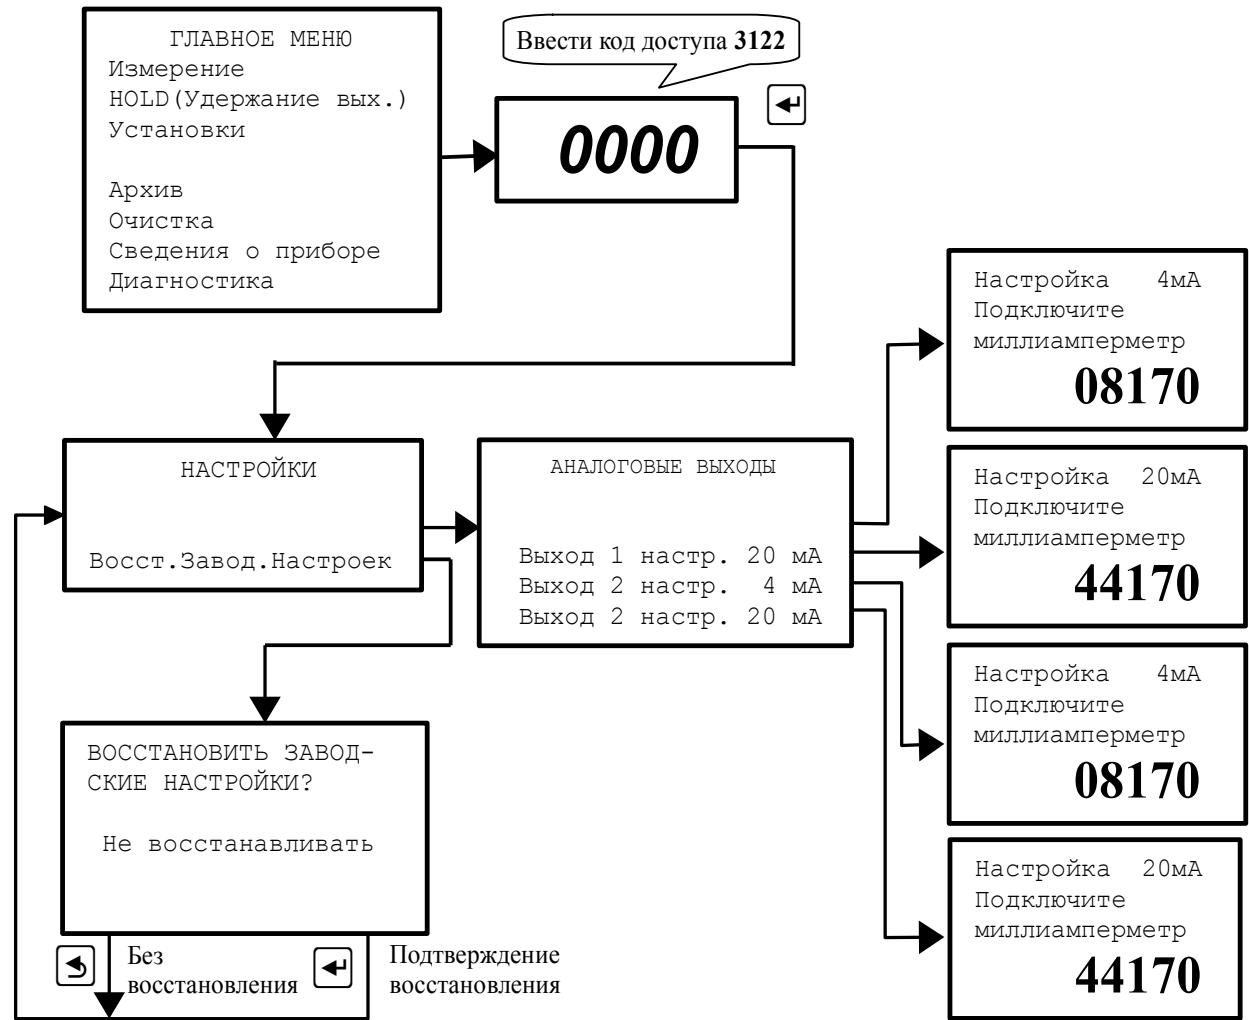

Рисунок 17 - Меню «НАСТРОЙКИ»
3.3.4.1 Вход в это меню защищён паролем, поскольку в нём возможно изменение метрологических настроек анализатора. Для входа в меню необходимо ввести код доступа «3122», выбрать действие и подтвердить кнопкой (Рисунок 17).
3.3.4.2 В этом меню в случае отклонения метрологических характеристик анализатора по выходному току могут быть подстроены аналоговые выходные сигналы. Для этого каждый аналоговый выход ИП должен быть подключен к миллиамперметру. Для каждого выхода должны быть настроены значения токов 4 mA и 20 mA. Процедура настройки изображена на Рисунок 17.